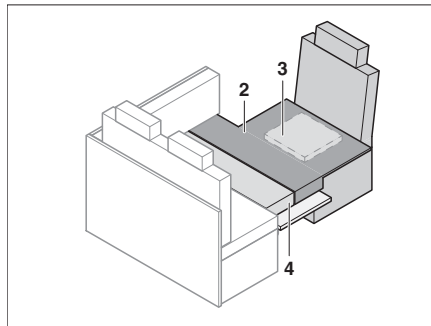

Bild 167 Efter ombyggnaden
- Lägg på extradynorna som visas på Bild 167.